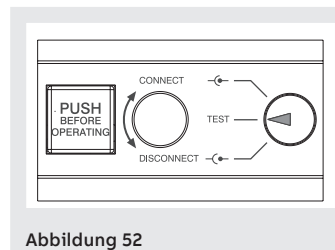

Abbildung 52
- Leistungsschalter in Prüfstellung (siehe Abbildung 52)